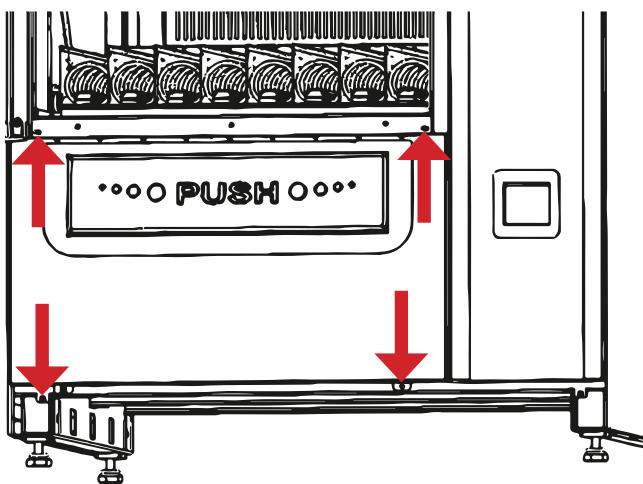
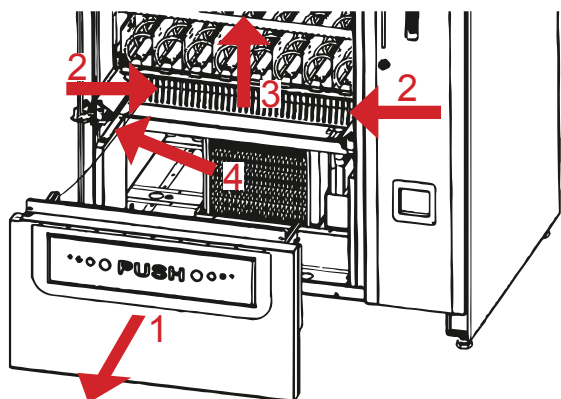

Рисунок 32 - Крепления лотка выдачи
Рисунок 33 - Снятие лотка выдачи
- аккуратно вытащите лоток на себя (см.рис.33, поз.1);
- ослабьте крепление винтов (см.рис.33, поз.2), подайте вверх и снимите кожух (см.рис.33, поз.3);
- отсоедините провод заземления лотка от корпуса автомата в месте крепления клеммы заземления (см.рис.33, поз.4);
- подсоедините клемму заземления лотка к шпильке на корпусе автомата (см.рис.33, поз.4);
- установите на место кожух (см.рис.32, поз.3) и закрепите его винтами (см.рис.33, поз.2);
- установите лоток выдачи на место, затянув нижние и верхние крепёжные винты (см.рис.32);